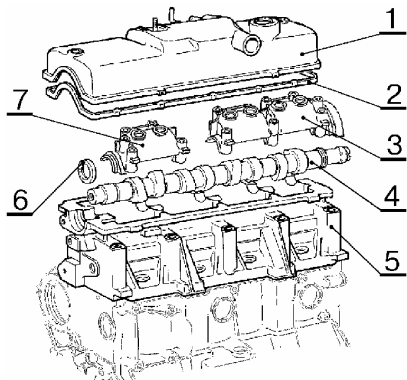
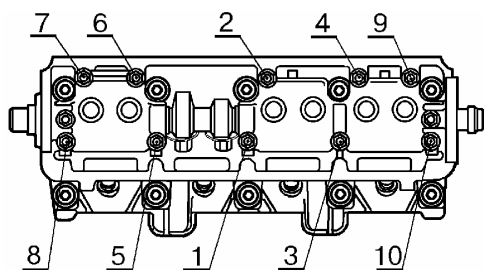

Рис.10. Снятие распределительного вала двигателя ВАЗ-21114:
Рис.13. Порядок затяжки гаек крепления корпусов подшипников распределительного вала двигателя ВАЗ-21114.
5.1.10 Отвернуть две гайки, снять шайбы и крышку 1, рис.10, головки цилиндров с прокладкой 2. Прокладка выбраковывается (ключ 10 мм 67.7812-9521 или головка сменная 10 и вороток коловоротный).
5.1.13 Отвернуть десять гаек и снять корпуса 3 и 7, рис.10, подшипников и распределительный вал 4 с сальником 6 (головка сменная 13 и вороток коловоротный).
5.2.3 Установить на двигатель распределительный вал 4, рис.10, с сальником 6 и нанести на плоскости крайних опор корпуса подшипников распределительного вала, прилегающие
5.2.4 Установить корпуса 3 и 7, рис.10, подшипников распределительного вала и завернуть гайки крепления в последовательности, указанной на рис.13. Момент затяжки гаек – 19...22 Н.м (1,9...2,2 кгс.м) (головка сменная 13, вороток и удлинитель или гайковерт, ключ моментный).